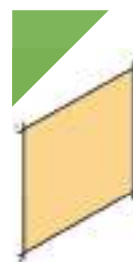

Fig. 4.38
- Dibujar el cuadro isométrico que debe contener al círculo (puntos 1, 2, 3 y 4 Fig. 4.38).